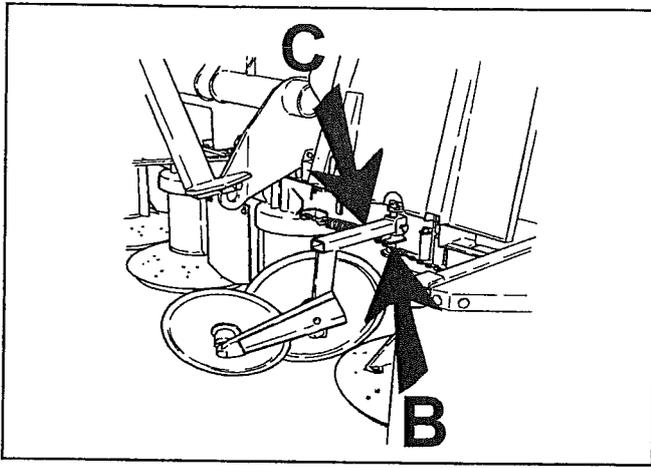

Fig.21
**Fig.21** Die Schwadsammler auf die gewünschte Schwadbreite einstellen ohne dass die Schlepperräder in das Material fahren. Empfohlene Schwadbreite: 0,9 m. Einstellung: Schraube B lockern und Arm C drehen.
**Die Maschine auf volle Drehzahl 1000 (540) bringen bevor in das Mähgut hineingefahren wird.**